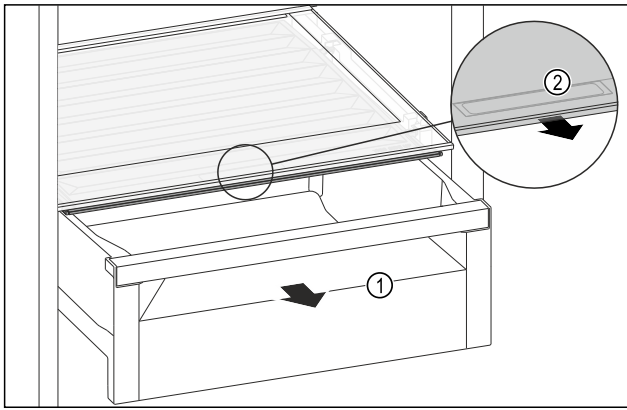

Fig. 151
- Retirer le tiroir Fig. 151 (1).
- Saisir la poignée encastrée Fig. 151 (2) du couvercle du compartiment et tirer le couvercle du compartiment par l'avant.